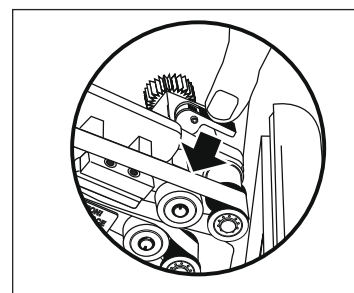

Figure 20
6. Serrez les courroies en appuyant sur le levier de dégagement de courroie pour le fixer en place. (Voir Figure 20)